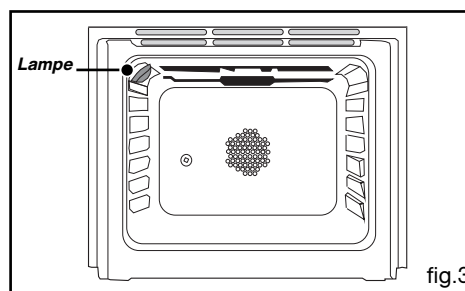

fig.3
A l'intérieur du four pour modèle 60 cm (fig. 3) :
- Dévissez les 2 vis maintenant chacune des parois latérales (**Fig.2**). Retirez les parois en les faisant pivoter autour des pattes de maintien situées à l'avant de la cavité (**Fig.3**).
Décrochez le gradin fil (B Fig.4) à l'avant en le soulevant (schéma A Fig.3). Tirez vers soi l'ensemble du gradin, le soulever afin de décrocher l'attache de fixation arrière (schéma B Fig.3). Le sortir des 2 trous (C Fig.4) de la paroi catalytique et du moufle du four. Retirez ensuite la paroi catalytique (A Fig.4). Remplacez les nouveaux éléments (parois et/ou gradins) en effectuant les opérations inverses.
Relâchez ensuite la manette, la flamme persiste (Fig.3).